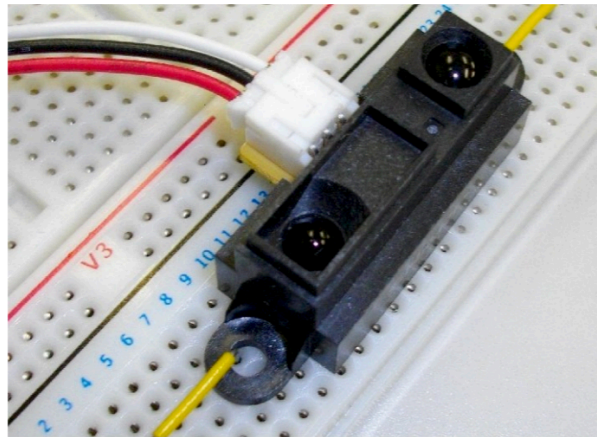

図 1: 距離センサ
1.2 図 1 の電子部品（距離センサ GP2Y0A21YK0F）を次のような点から調べなさい。